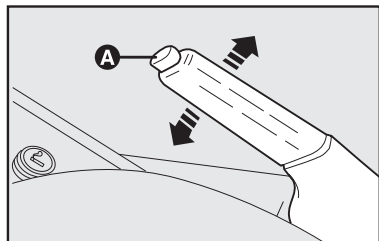

fig. 1
FREIO DE MÃO - fig. 1
- 1) Levantar levemente a alavanca e apertar o botão de desengate **A-fig. 1**.